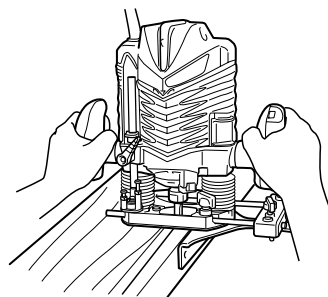

Fig. 12
- ① Inserte la barra de guía en el orificio del sujetador de la barra y, a continuación, apriete ligeramente los 2 pernos de aletas (B) de la parte superior de dicho sujetador.
- ② Inserte la barra de guía en el orificio de la base y, a continuación, apriete firmemente el perno de aletas (A) (accesorios estándar).
- ③ Utilice el tornillo de alimentación para realizar ajustes precisos de las dimensiones entre la broca y la superficie de la guía y, a continuación, apriete firmemente los 2 pernos de aletas (B) de la parte superior del sujetador de la barra y el perno de aletas (C) de fijación de la guía recta.
- ④ Como se muestra en la Fig. 12, asegure firmemente la parte inferior de la base a la superficie procesada de los materiales. Haga avanzar la fresadora mientras mantiene el plano de la guía sobre la superficie de los materiales.